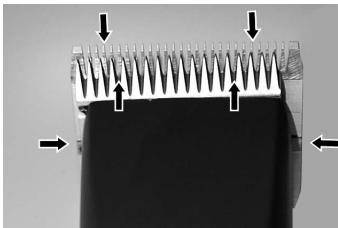

図. 13
うまく毛刈りができるように、またバリカンとバリカンヘッドの耐久性を高める為に上下の刃の間に薄いオイルコートを施す必要があります(図. 13)。
- ▶ 毛刈り中に刃へ十分な潤滑を(15分間隔で)行い、洗い流さないでください(図. 13)。
刃は、使用前、使用中、使用後に油を塗布する必要があります。バリカンの刃の跡が縞になったり、速度が遅くなる場合は、油が不足しています。バリカンの刃の前面と側面に油を数滴たらします(図. 13の矢印を参照)。余分なオイルは滑らかな布等で拭き取ってください。潤滑スプレーでは良好な潤滑には足りませんが冷却する役割は果たします。怪我を避ける為に損傷した刃は早急に交換してください。